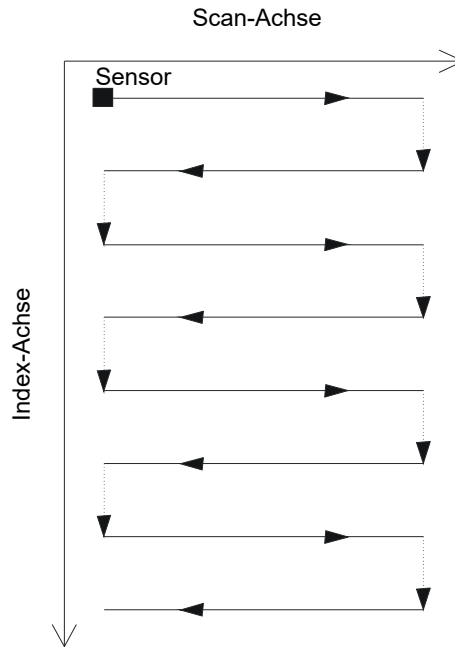

Abbildung 5-4 Prüfung in zwei Richtungen
Für Flächen-Scans werden zwei Achsen benötigt: (1) die Scan-Achse für die mechanische Fortbewegung auf der Prüfspur und (2) die Index-Achse für die mechanische Fortbewegung von Prüfspur zu Prüfspur. Am Ende jeder Prüfung auf der Scan-Achse wird der Wert auf der Index-Achse um eine Stelle erhöht. Mit der Sequenzart In zwei Richtungen werden die Daten auf der Scan-Achse in beiden Richtungen während des Hin- und Rücklaufs aufgezeichnet, wie in Abbildung 5-4 auf Seite 314 gezeigt.